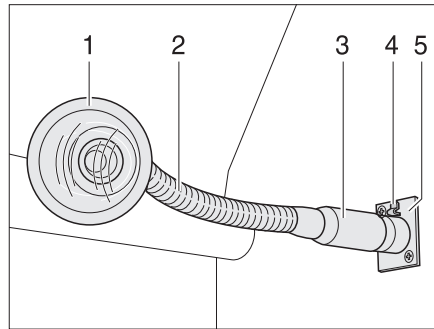

Fig. 107 Prise de courant avec lampe enfichée
- Saisir la lampe pour prise par le pied (Fig. 107,3).
- Appuyer sur le bouton de déverrouillage (Fig. 107,4).
- Retirer la lampe pour prise (Fig. 107,1) de la prise de courant (Fig. 107,5).
- Saisir la lampe pour prise par le "col de cygne" (Fig. 107,2) (si présent) ou le boîtier et la faire pivoter.